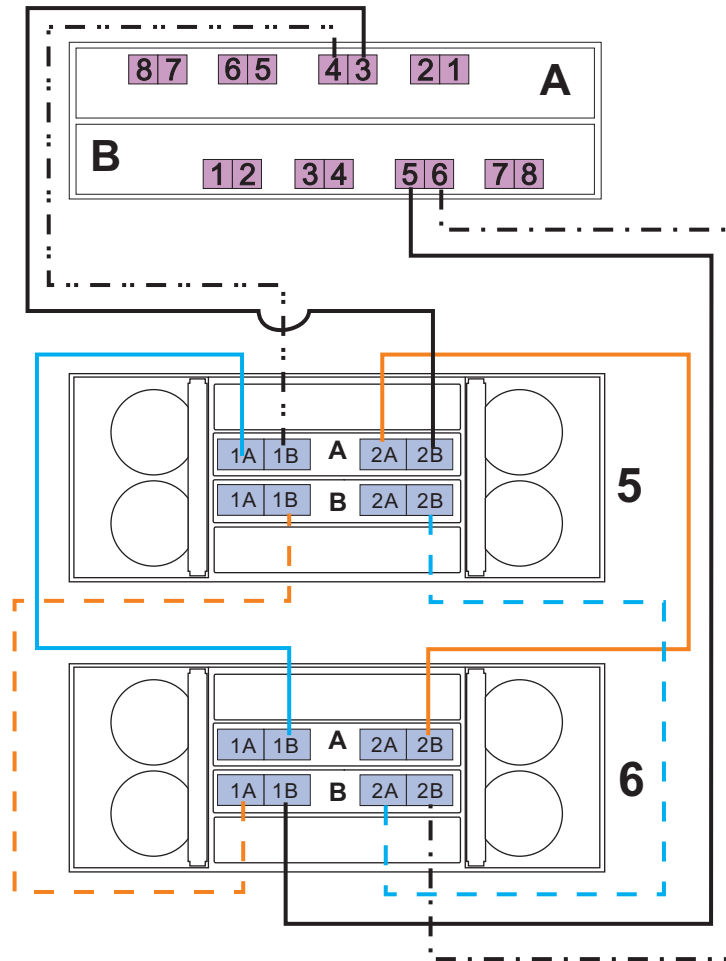

図 79. ドライブ側トランキングを使用した、8 つの EXP5060 のストレージ拡張エンクロージャー 5 および 6 のケーブル接続
- ストレージ拡張エンクロージャー 5 および 6 については、138 ページの図 79 および 139 ページの表 45 を参照してください。